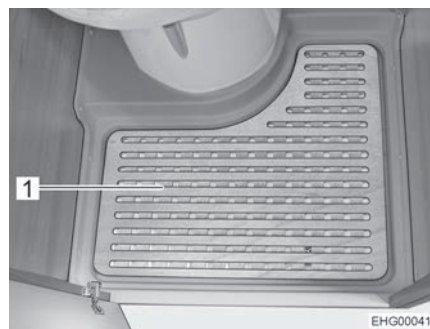

Fig. 149 Plancher amovible
- Retirer le plancher amovible (Fig. 149,1) pour se doucher.